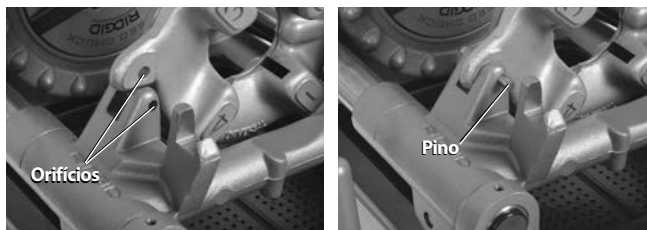

Figura 26 – Reter a Cabeça de Roscar do Lado Esquerdo no Lugar
2. Coloque um pino de $\frac{5}{16}$ " com 2" de comprimento nos orifícios da guia e a cabeça de roscar do lado esquerdo para se manter no lugar (consulte a *Figura 26*).